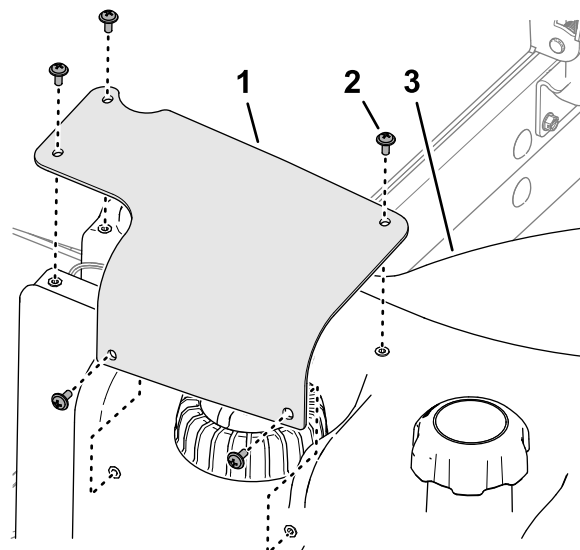

Рисунок 95
7. Совместите отверстия в кожухе датчика уровня топлива с отверстиями в топливном баке и прикрепите кожух к баку с помощью 5 винтов с крестообразным шлицем (Рисунок 95).